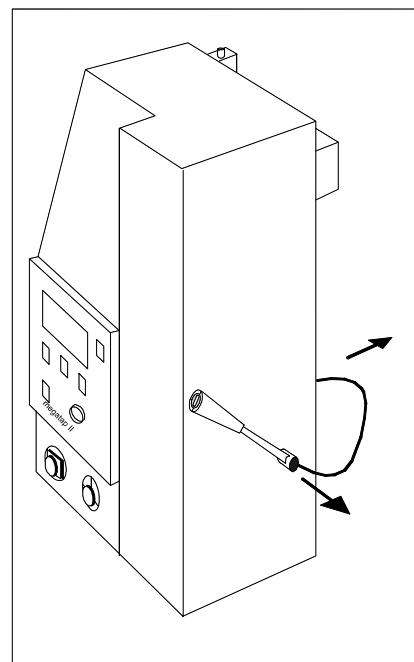

Bild 5-1 Bedienhebel megatap II
3. Leitung des Bedienhebels aus der Steckdose an der Rückseite des Gerätekopfes ziehen (Bild 5-1).
4. Bedienhebel axial aus der Verzahnung ausrasten (Bild 5-1).